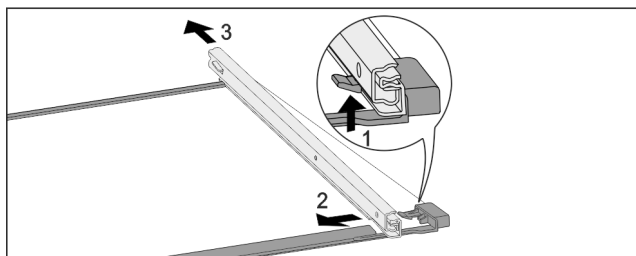

Fig. 65 Стеклая пластина с направляющими
- ▶ Отожмите передний стопорный крючок вверх. Fig. 65 (1)
- ▶ Сдвиньте выдвижную направляющую в сторону Fig. 65 (2) и назад Fig. 65 (3).